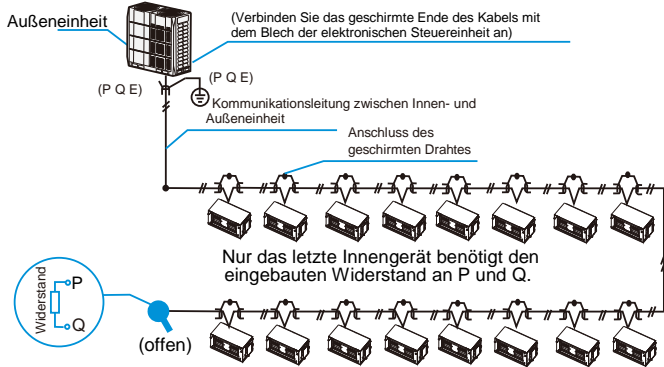

Abbildung 7.6
- ◆ Die Kommunikationsverkabelung zwischen Innen- und Außengerät sollte in einer Daisy-Chain vom Außengerät zum endgültigen Innengerät erfolgen, und die abgeschirmte Schicht muss ordnungsgemäß geerdet sein, und das letzte Innengerät muss mit einem eingebauten Widerstand versehen werden, um die Stabilität des Kommunikationssystems zu erhöhen (siehe Abb. 7.6).